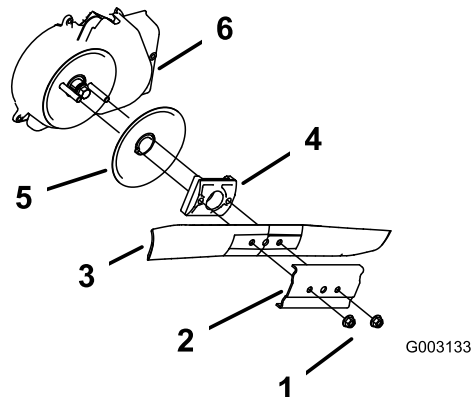

Figura 37
3. Togliete i due dadi della lama ed il rinforzo (Figura 37).
4. Togliete la lama (Figura 37).
5. Togliete il giralama e il disco (Figura 37).
6. Rimuovete il carter della frizione del freno della lama (Figura 37).
10. Montate la lama ed il rinforzo tolti in precedenza (Figura 37).